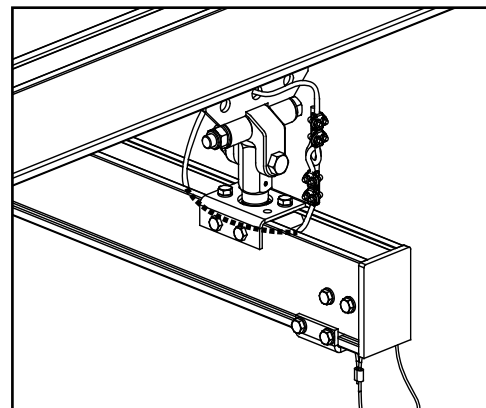

Figura 3-137
**Carro Final** (Vea Figura 3-137)